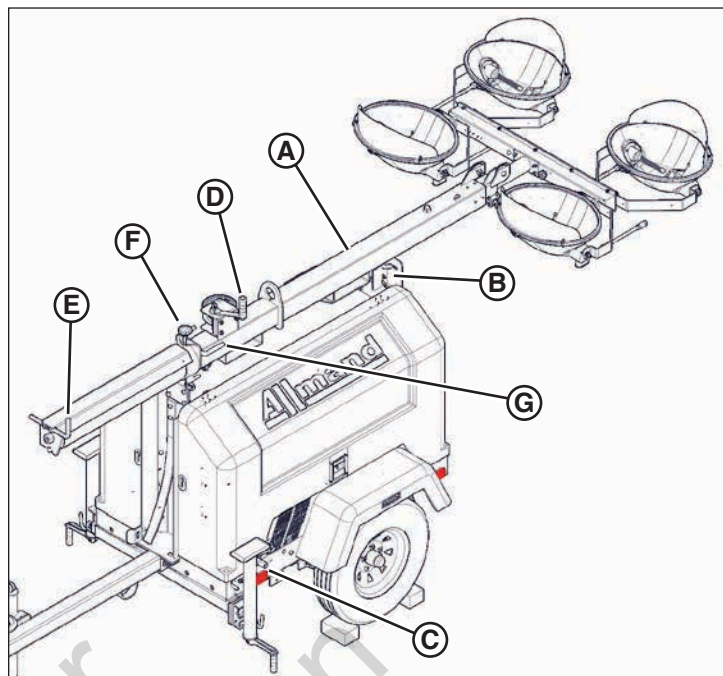

Рисунок 27
Мачту с ручной лебедкой (А, рис. 27) можно поднять и выдвинуть за счет использования двух ручных лебедок. Одна лебедка, оснащенная ручкой и установленная с боку рамы прицепа, поднимает и опускает мачту из горизонтального буксировочного положения в вертикальное положение и опускает ее обратно. Вторая лебедка, установленная на мачте, выдвигает и убирает телескопические секции.
3. Извлеките штифт (В, рис. 27), который крепит мачту к задней опоре мачты.
4. Используйте рукоятку (С, рис. 27) с правой стороны прицепа, чтобы поднять мачту из горизонтального в вертикальное положение.
5. Вставьте пружинный штифт (Е, рис. 27).
6. Поверните ручку лебедки (D, рис. 27) на мачте по часовой стрелке, чтобы поднять осветительные приборы по вертикали.
7. Чтобы повернуть осветительные приборы, поверните верхнюю черную ручку (F, рис. 27) против часовой стрелки, а затем поверните мачту с помощью ручек (G). Затяните ручку.
2. Ослабьте верхнюю черную ручку (F, рис. 27) и поверните мачту так, чтобы ручки (G) располагались параллельно передней части прицепа, и затяните ручку.
3. Поверните ручку верхней лебедки (D, рис. 27) против часовой стрелки, чтобы опустить осветительные приборы в самое низкое вертикальное положение.
4. Поверните ручку нижней лебедки (С, рис. 27) сбоку прицепа по часовой стрелке, чтобы устранить провисание кабеля.
5. Извлеките пружинный штифт (Е, рис. 27).
8. Зафиксируйте стопорный штифт задней опоры (В, рис. 27), который крепит мачту к задней опоре мачты для буксировки.